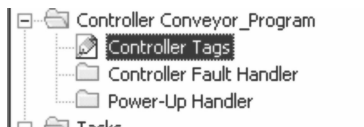

图 9-1 选中“控制器标签”
1. 在控制器项目管理器中，双击“控制器标签” (Controller Tags)，如图 9-1 所示。